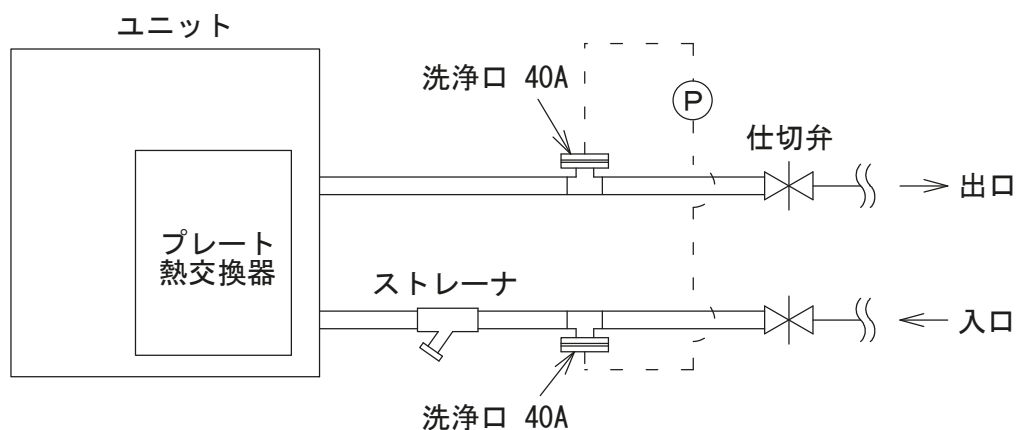

図 3-3
- ④ プレート式熱交換器は水質によっては早い時期にスケールが付着する可能性があります。このスケール除去のために定期的な薬品洗浄をする必要があります。このために冷却水配管には仕切弁を設け、この仕切弁とユニットとの間の配管には薬品洗浄用の配管接続口を設けて下さい。(図 3-3)